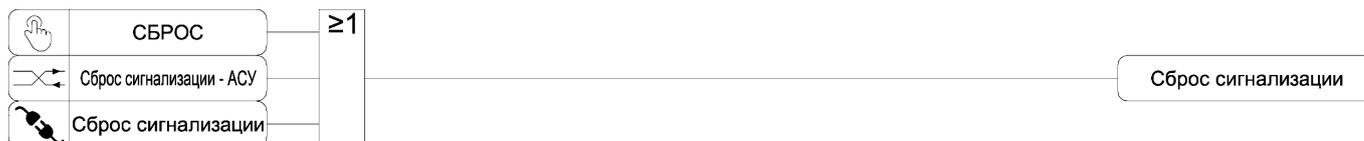

Рисунок 3.40 – Функциональная схема алгоритма сброса сигнализации
3.32.5 Сброс сигнализации осуществляется кнопкой «СБРОС» на лицевой панели пульта, командой АСУ или по входному подключаемому логическому сигналу «Сброс сигнализации» (см. рисунок 3.40).